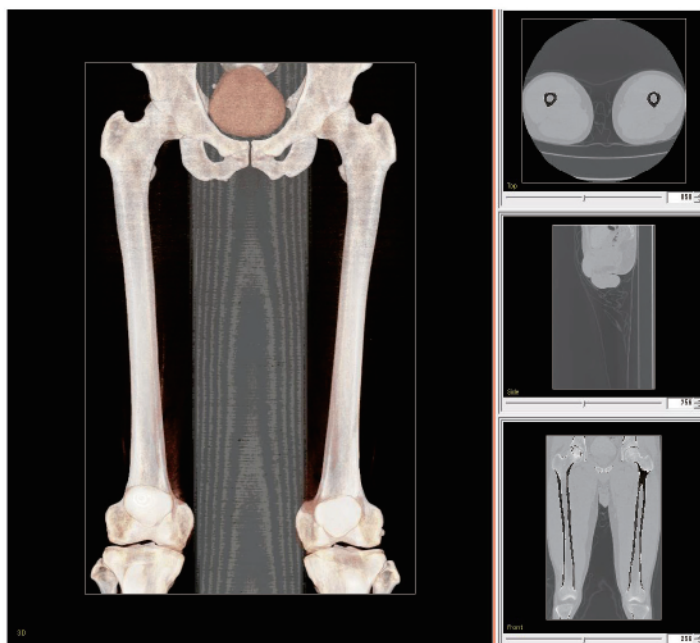

図3-3 DICOM画像フォルダの選択
3. DICOM画像の読み込みが完了すると, 3次元画像が表示されます. (図3-3)